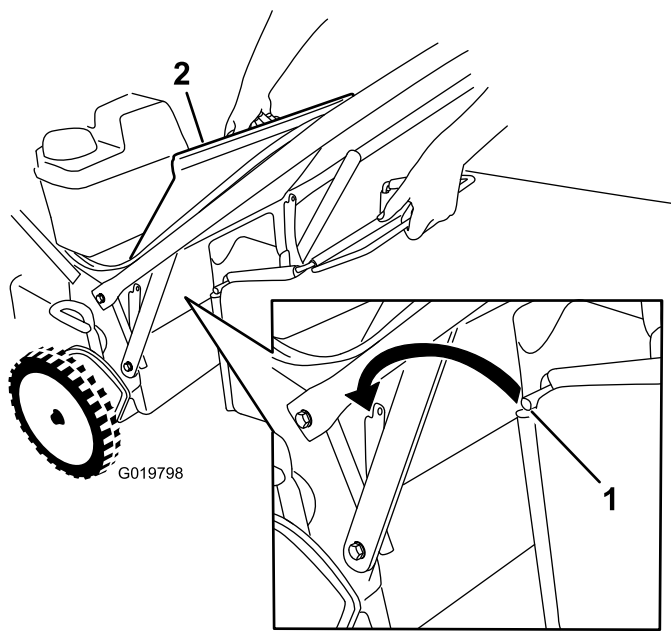

Figura 23
1. Levante y sujete el deflector trasero (Figura 23).